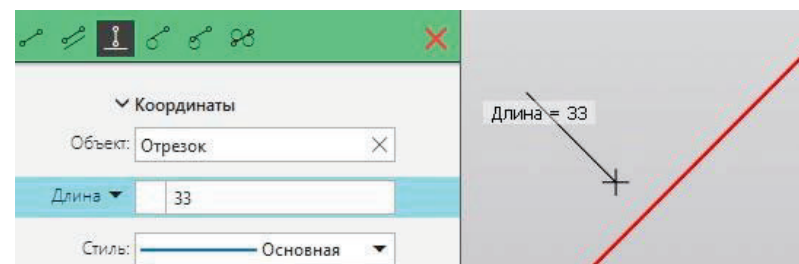

Рисунок 1.15 – Перпендикулярный отрезок
**1.3 Перпендикулярный отрезок.** Для использования команды «Перпендикулярный отрезок» необходимо выбрать другой отрезок или вспомогательную линию для создания отрезка. После чего в значении расстояния указать расстояние до оригинального отрезка и длину нового отрезка (рисунок 1.15).